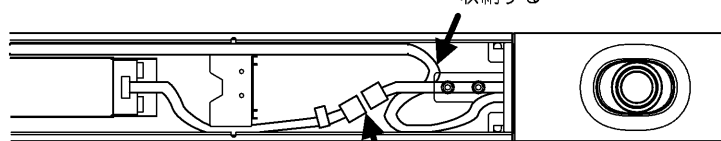

図5 コネクタを接続させる
- 4 カメラユニットの電源線とカメラ用電源の出力線を接続させてください。（図5）
- ・出力線を接続させた後、LANケーブルを図5のように器具本体内部に収納させてください。